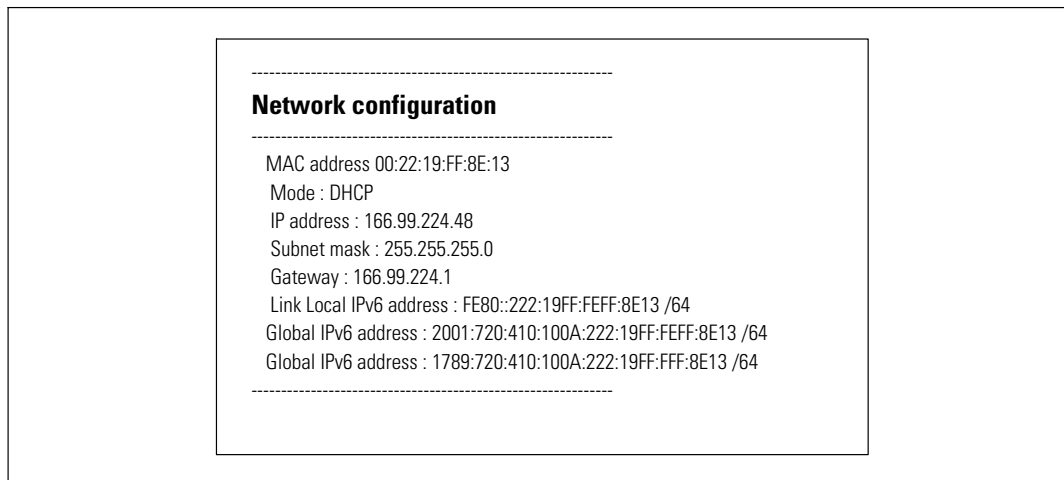

図 41. ネットワーク設定読み込みオプション
- **Read Network settings**：ネットワーク設定の表示方法（図 41を参照）。